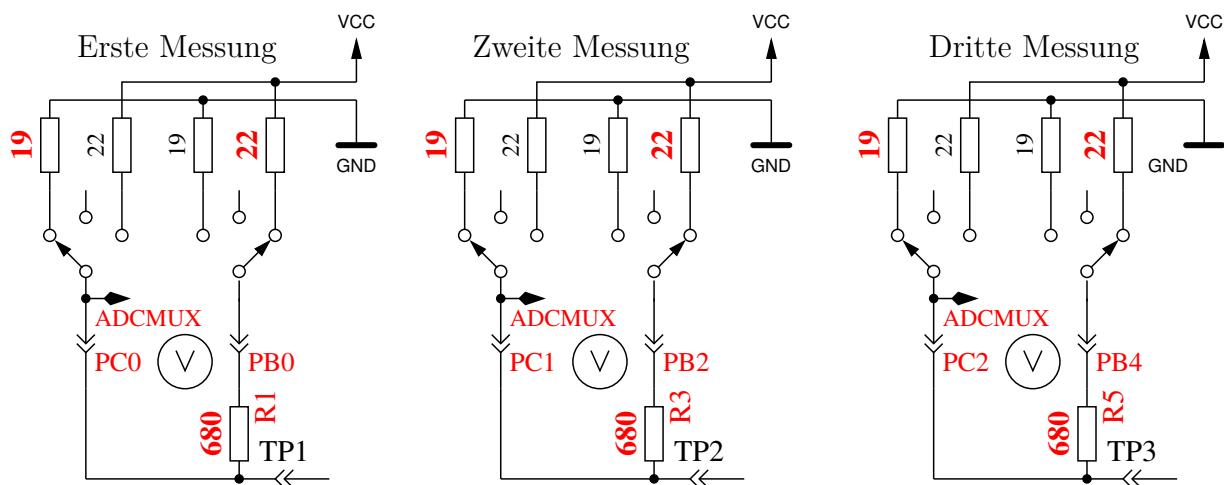

Abbildung 5.66. Messung des Innenwiderstandes von auf GND geschalteten Port-C-Ausgängen.
6. Dieser Schritt testet die **Fähigkeit von mit VCC (+) verbundenen  $470k\Omega$ -Widerständen (H) die Testpins auf VCC zu ziehen**. Zeile 1 zeigt den Text „RH+“. Der bestmögliche mV Wert für die drei Messungen wäre 0 in Zeile 2, da die Diffenz zu VCC dargestellt wird. Große Abweichungen vom Idealwert für Schritt 5 und 6 sind Fehler wie Isolations-Problem, Flussmittelreste oder beschädigter Port.
8. **Messung des Innenwiderstandes eines auf GND geschalteten Ausgangs.** Dieser und die folgenden Schritte werden nur bei gewählter AUTO\_CAL-Option durchgeführt. Die internen Port-C-Widerstände von auf GND (-) geschalteten Ausgängen werden mit dem Strom der nach VCC (+) geschalteten  $680\Omega$  Widerstände gemessen, siehe Abbildung 5.66. Es werden nur die drei Pins des ADC-Ports vermessen, die Widerstands-Ports PB0, PB2 und PB4 können nicht ohne Veränderung der Hardware gemessen werden. Es wird angenommen, dass die Portwiderstände von unterschiedlichen Ports nahezu identisch sind. Der Widerstandswert wird im nächsten Schritt mit ausgegeben.